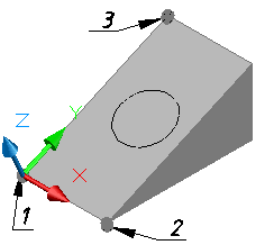

Рис. 1
**Пример 1.** Для построения окружности на наклонной грани призмы (рис. 1) плоскость  $XU$  ПСК привязали к этой грани (опция 3 точки).